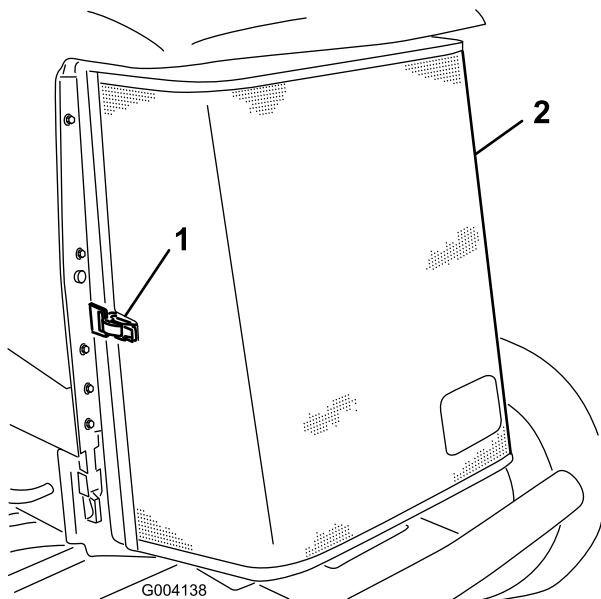

Figura 66
3. Desenganche y abra la rejilla trasera (Figura 66).